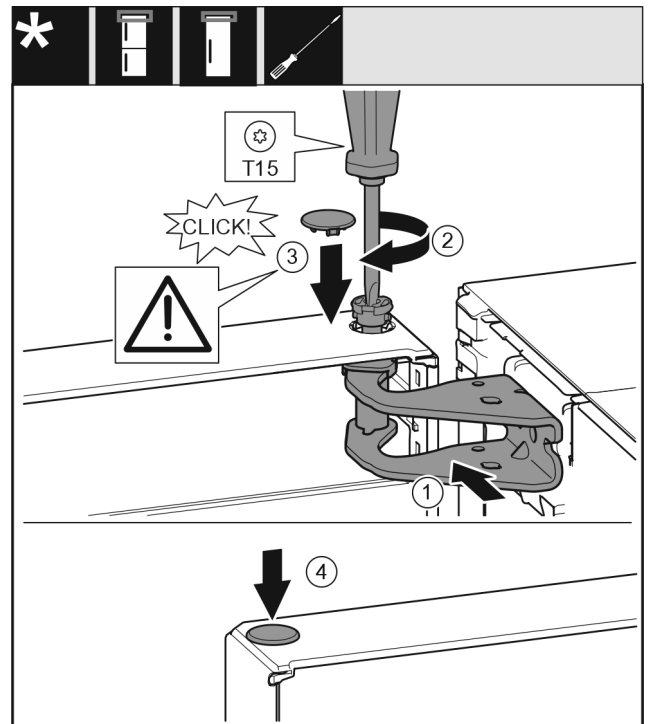

Fig. 19
- ▶ Orienter la porte en haut pour l'ouverture dans le support de palier. Fig. 19 (1)
- ▶ Poser le boulon et le visser avec un tournevis T15. Fig. 19 (2)
- ▶ Monter le cache de sécurité pour sécuriser la porte : Mettre en place le cache de sécurité et vérifier qu'il repose sur la porte. Sinon, enfoncer à fond le boulon. *Fig. 19 (3)*
- ▶ Mettre le bouchon en place. *Fig. 19 (4)*